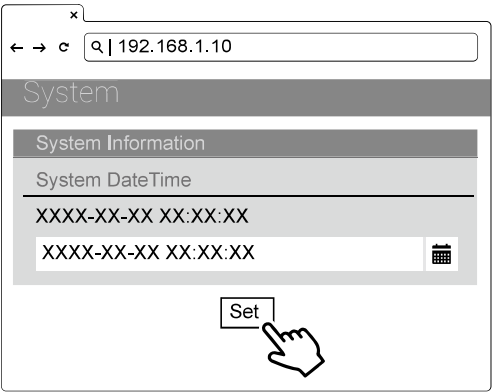

Figura 42. Ajuste de la fecha y hora
5) Seleccione SET y espere a que aparezca la ventana de finalización. Véase la figura 42.